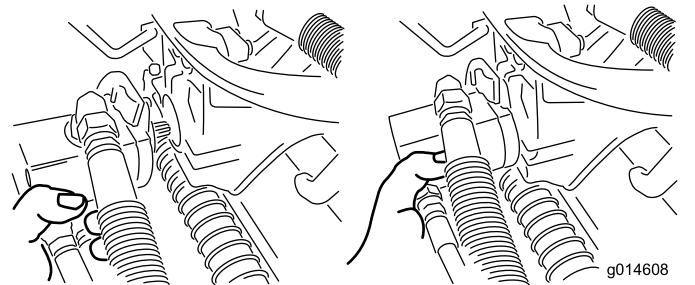

Figure 36
- Amenez le moteur à la position de rangement sur l'avant du bras de suspension (Figure 36).